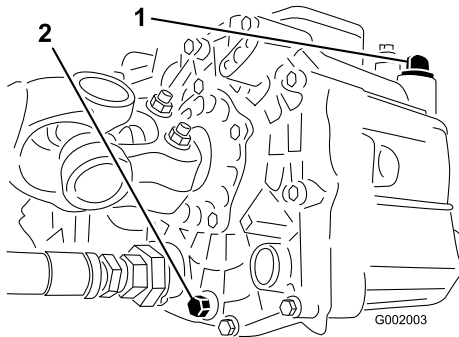

Figure 68
3. Retirez le bouchon de vidange sur le côté du réservoir et laissez l'huile s'écouler dans le bac de vidange (Figure 68).